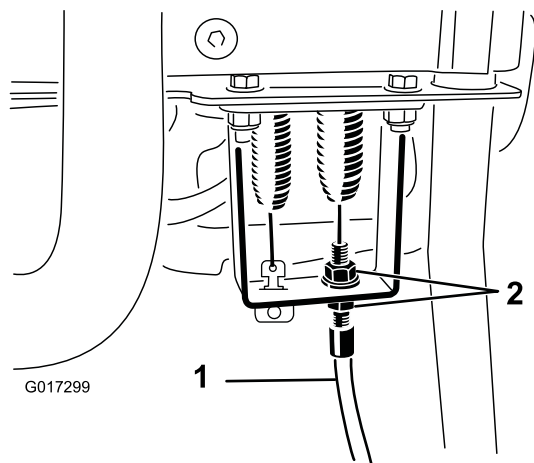

Bild 46
4. Lösen Sie den Spindelbowdenzug am Griffschott, bis das Kabel Spiel hat (Bild 46).